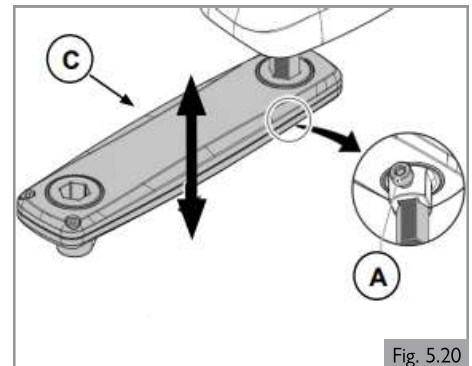
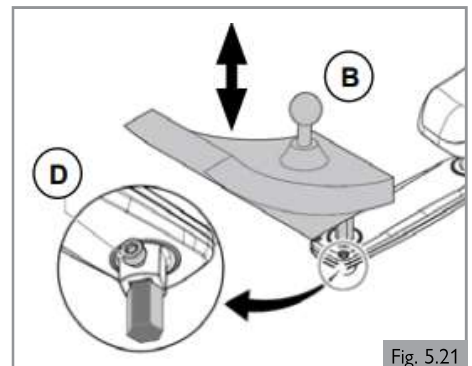

Fig. 5.20
Fig. 5.21
1. Afloje (A) una vuelta.
2. Ajuste (B) en la posición deseada.
3. Apriete (A). Consulte la sección 8 para obtener información sobre la torsión de ajuste específica.
Altura del mando de control (1) (Fig. 5.20)
2. Ajuste (C) en la posición deseada.
Altura del mando de control (2) (Fig. 5.21)
1. Afloje (D) una vuelta.
3. Ajuste (D). Consulte la sección 8 para obtener información sobre la torsión de ajuste específica.